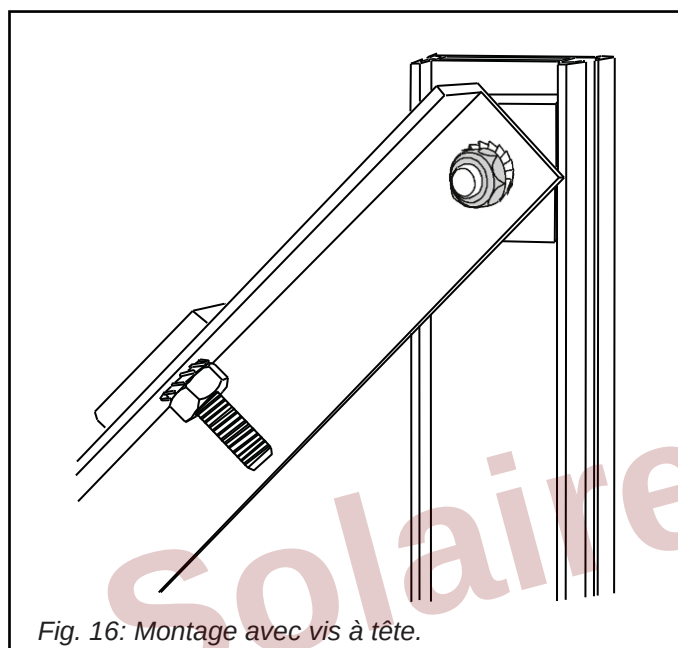

Fig. 16: Montage avec vis à tête.
- Fixer l'équerre de support au rail en utilisant les vis à tête rectangulaire déjà partiellement montés (Fig. 16). Fixer les extrémités mobiles des équerres avec une vis (Fig. 16) et serrer toutes les vis.